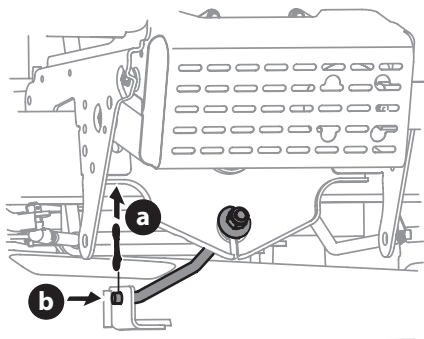

Figura 28
8. En plataformas de 36", 42" y 46", extraiga el pasador de chaveta (a) que sujeta la varilla estabilizadora de la plataforma (b) a la plataforma. Deslice la varilla de elevación de la plataforma fuera de la ménsula de montaje de la plataforma (Figura 28).